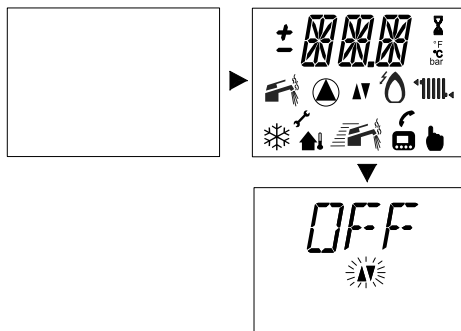

Fig. 2.2
- Alimentate elettricamente la caldaia azionando l'interruttore bipolare previsto nella installazione Il display LCD visualizza la sequenza di Fig. 2.2.